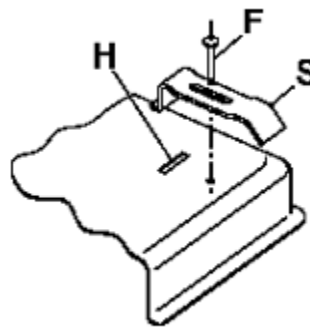

Fig. 4
- Fixez la table de cuisson à l'aide des crochets « S » prévus à cet effet et insérez l'élément dans l'orifice « H » ; tourner la vis « F » jusqu'à ce que le crochet « S » colle à la surface (fig. 4). Pour fixer les crochets, n'utilisez pas de tournevis mécaniques ou électriques. Utilisez un tournevis manuel tout en exerçant une pression modérée.